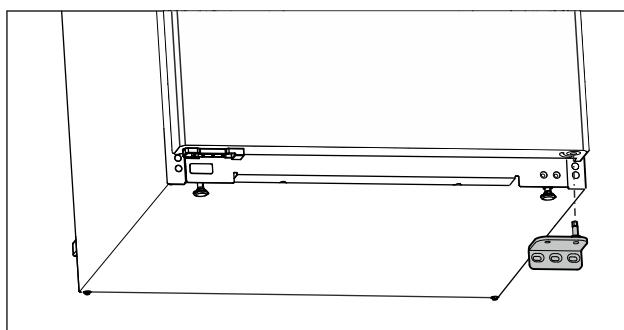

Fig. 11
- Свалете лагерната стойка надолу. (виж Fig. 11)